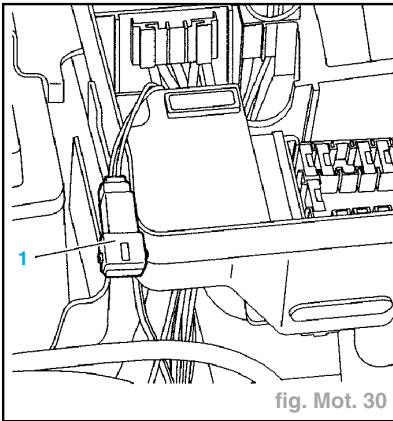

fig. Mot. 30
- Brancher l'outil (1) (boîtier testeur ÉLIT service 4125-T) sur le connecteur (1) (fig. Mot. 30).
- Brancher l'outil (1) sur le connecteur (1) (fig. Mot. 30).
- Sélectionner le menu "paramètres" de l'outil (1) pour contrôler la valeur du pas du moteur pas à pas.